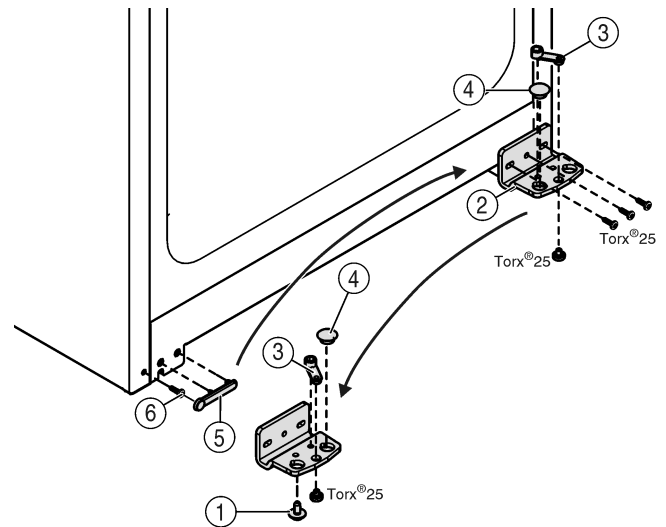

Fig. 6
- ▶ Lagerbock *Fig. 6 (2)* abschrauben.
- ▶ Lagerteil *Fig. 6 (3)* abschrauben und in das gegenüberliegende Aufnahmeloch des Lagerbocks umsetzen, wieder festschrauben.
- ▶ Stopfen *Fig. 6 (4)* aus dem Lagerbock herausnehmen und in das gegenüberliegende Aufnahmeloch des Lagerbocks umsetzen.
- ▶ Griffseitige Abdeckung *Fig. 6 (5)* vorsichtig abheben.
- ▶ Schraube *Fig. 6 (6)* herausdrehen und auf der Gegenseite wieder einsetzen.
- ▶ Abdeckung *Fig. 6 (5)* wieder aufsetzen.
- ▶ Lagerbock *Fig. 6 (2)* auf der neuen Scharnierseite **fest (mit 4 Nm)** ggf. mit Hilfe eines Akkuschaubers wieder festschrauben.